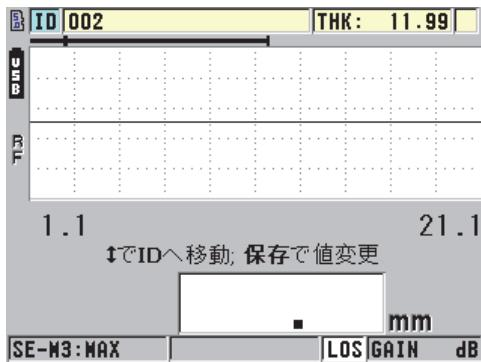

図 6-46 測定画面に戻る
- 45MG は、ファイル内の選択された最小値の ID でライブ測定画面に戻ります (129 ページの図 6-46 を参照)。